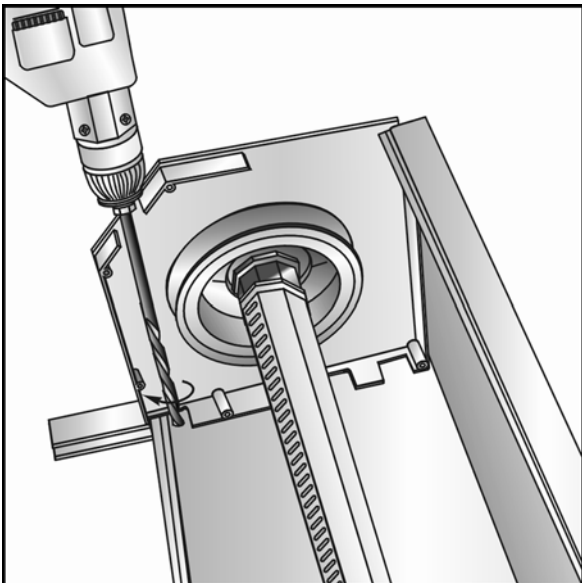

Abb. 2.11
7. In der hinteren Umbördelung der Blendenkappe und im Kasten ein Loch erforderlicher Größe für die Ausführung der Antriebs Elemente markieren und bohren (Abb. 2.11).